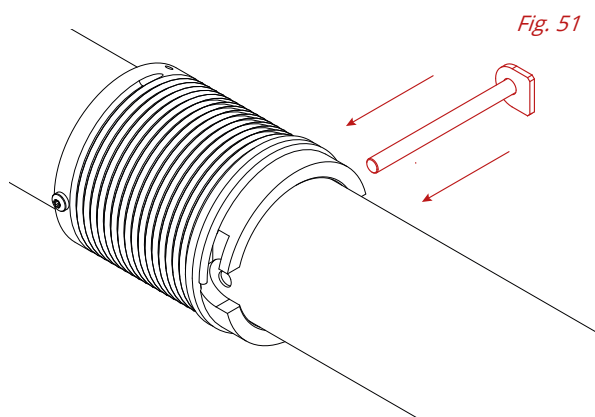

Fig. 51
**2 / PLACER L'AXE DE VERROUILLAGE DU TAMBOUR EN L'INSÉRANT DU CÔTÉ RIDEAU VERS VOUS. (FIG. 51)**